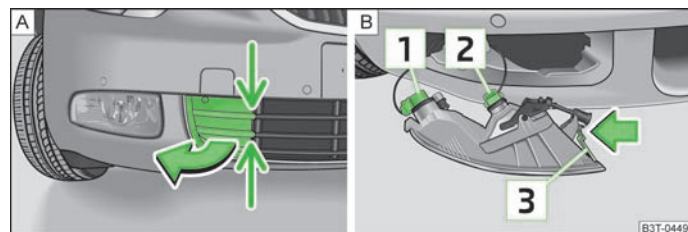

Fig. 191 Pare-chocs avant : cache/phare antibrouillard avec feux de jour
- Attrapez le cache au niveau des flèches » fig. 191 – **A** et faites-le sortir.
- Passez la main dans l'ouverture où se trouvait le cache et appuyez sur l'ergot de retenue **3** » fig. 191 – **B**.